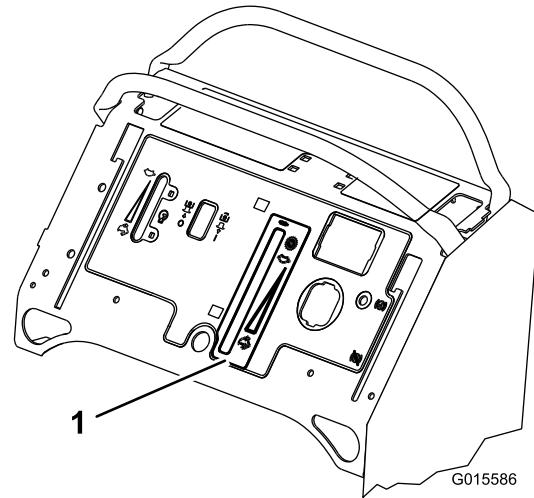

Figura 10
- Coloque o autocolante na máquina (Figura 10).